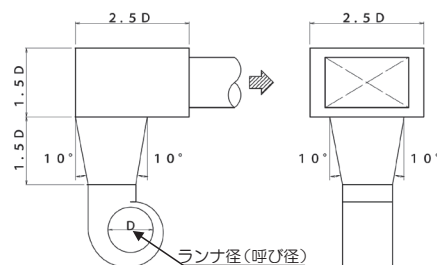

図 5-1 ダクト接続距離の例
- ・ファン吐出口に接続するダクト位置は、ランナ径（呼び径）の 1.5 倍以上の距離を確保してください。(図 5-1 参照)